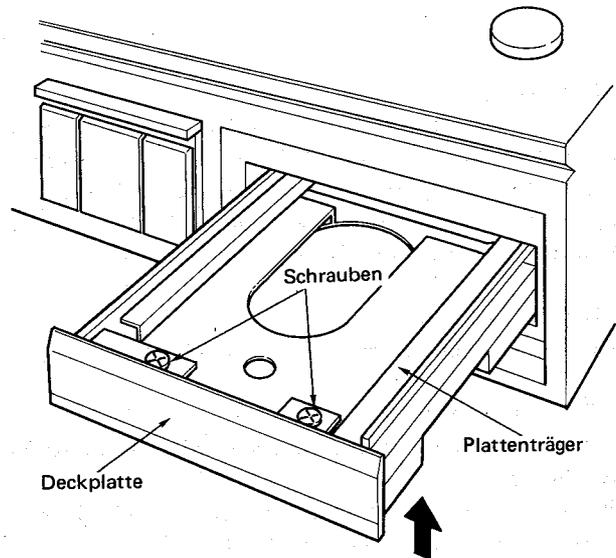

Abb. 3
2) Gerät umdrehen und 2 Halteschrauben entfernen (Siehe Abbildung 3).